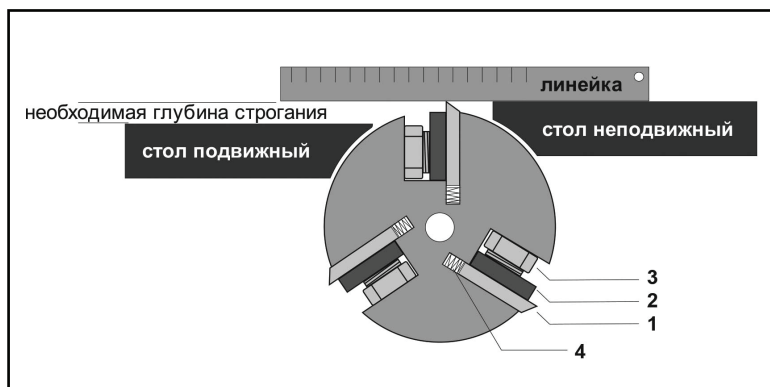

рис. 12
9.3 Выставление ножей (рис. 12)